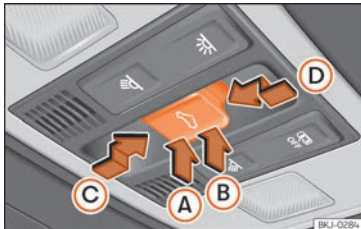

Fig. 102 No revestimento interior do teto: botão do teto de vidro.
O botão  » **Fig. 102** tem dois níveis. No primeiro nível pode colocar-se o teto na posição defletora, abrir ou fechar total ou parcialmente.
- Antes que decorram aproximadamente 5 segundos desde a ativação da função antientalamento, pressione o botão »» Fig. 102 até ao segundo nível no sentido da seta »» Fig. 102 Ⓢ até que o teto se feche completamente.